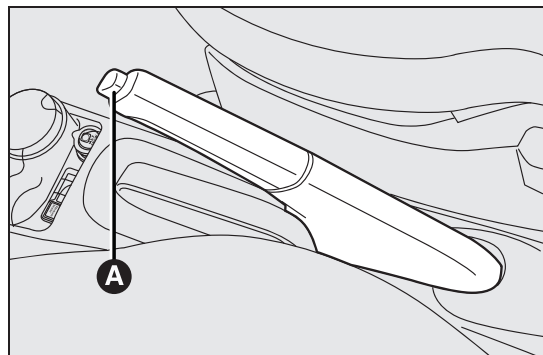

fig. 93
De handrem fig. 93 bevindt zich tussen de voorstoelen.
- ☐ trek de hendel iets omhoog en druk op ontgrendelknop A fig. 93;